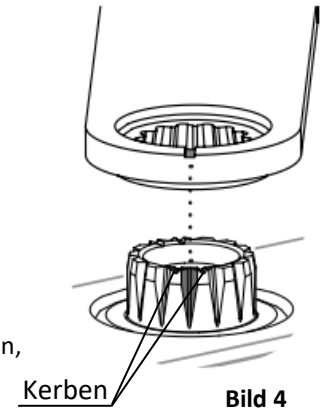

Bild 4
- Montieren sie nun den Hebel mittels der mitgelieferten Spezialschraube am Dämpferkörper. Achten sie dabei auf die Übereinstimmung der Hebelmarkierung mit den Achsmarkierungen (sh. Bild 4)